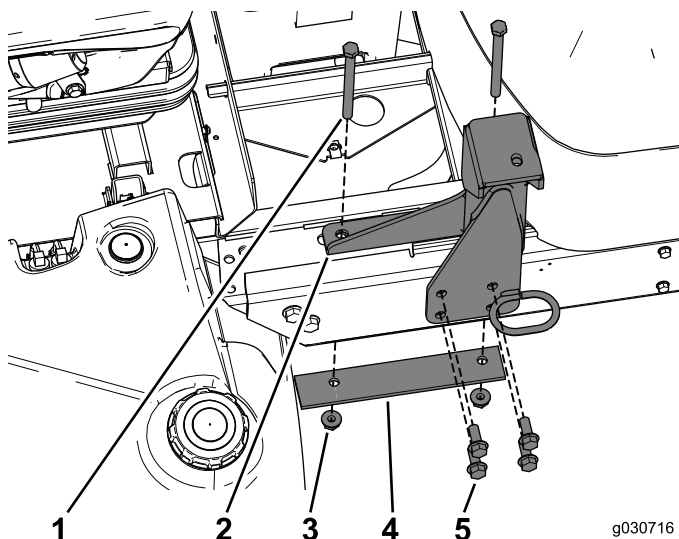

图19
1. 用拆下的五金件和 ROPS 将后底座固定到机架上（图19）。